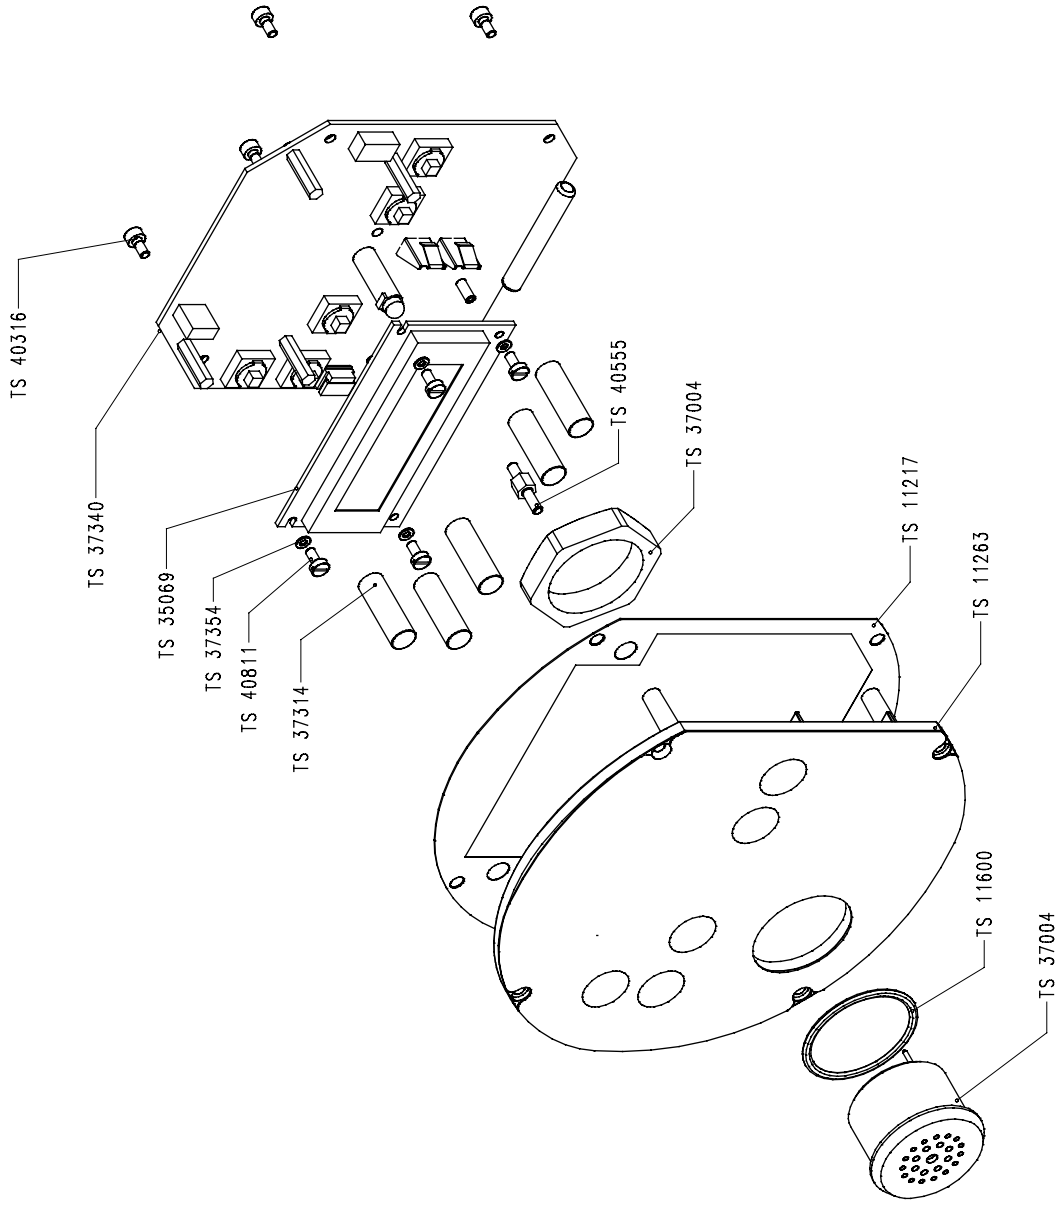

Рисунок 12-2: блок дисплея в сборе TS 10210, запчасти
- Рисунок 12-2: блок дисплея в сборе TS 10210, запчасти